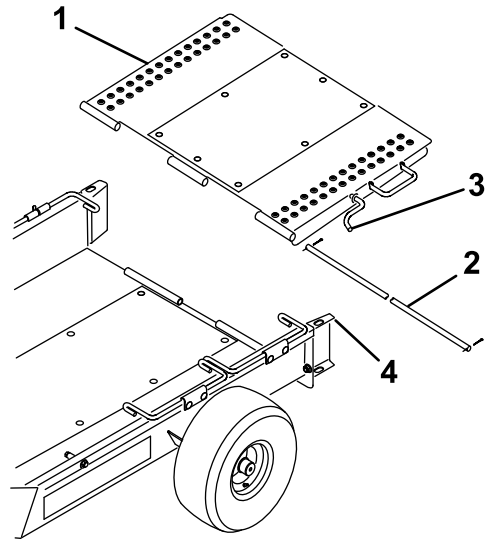

Figura 3
5. Monte la rampa del remolque en la parte trasera de la plataforma del remolque con el pasador de la bisagra y 2 chavetas (Figura 3).
6. Suba la rampa del remolque y enganche el cerrojo de la rampa en el orificio de la parte superior de la guía de las ruedas (Figura 3).
8. Suba la rampa del remolque y enganche el cerrojo de la rampa en el orificio de la parte superior de la guía de las ruedas (Figura 3).